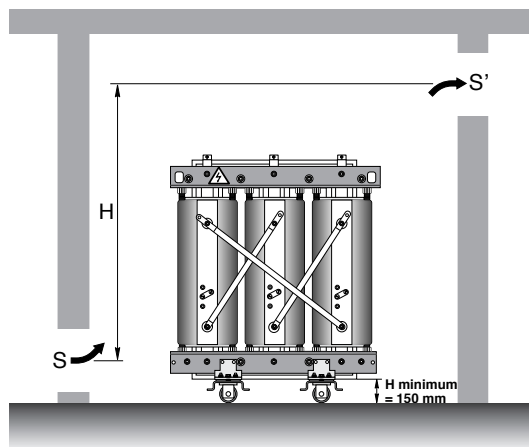

图 1- 变电室自然通风
确保有足够通风的变电室的通风布置是由二部分组成：变电室底部新鲜空气入口 S 和对面墙上比入口高 H 米的排气口 S' (图 1和 2)。
- 变电室自然通风公式 (图 1)